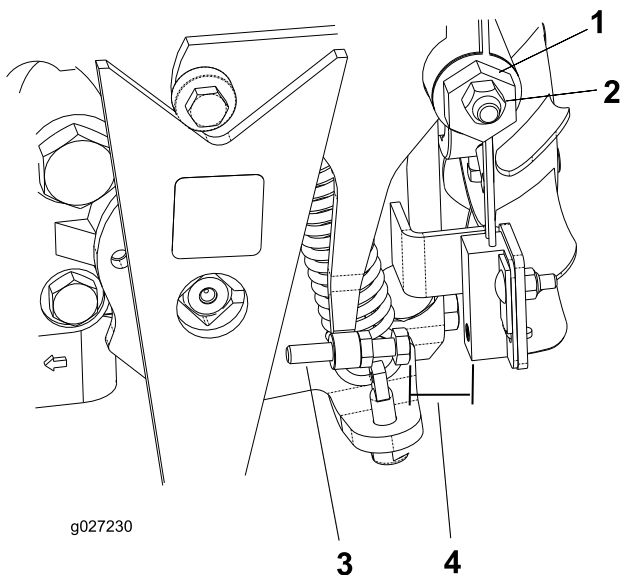

Figura 37
4. Allentate il dado di bloccaggio sulla camma di regolazione della trazione (Figura 37).
5. Avviate il motore e girate in entrambe le direzioni l'esagono della camma (Figura 37) per stabilire la posizione centrale del range di folle.
3. Regolate la vite fino a ottenere un traferro di 0,8–2,3 mm; fate riferimento a Figura 37.